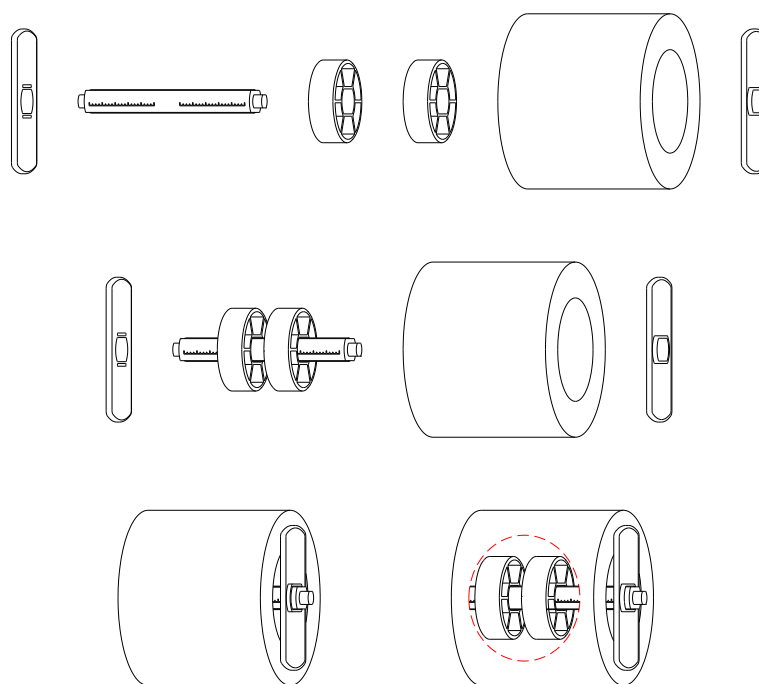

图 2-8
1. 取出纸卷轴，将纸卷套入纸卷轴（如果是 3 英寸大纸芯的纸卷，请套入纸卷轴套筒），将两个纸卷挡板分别从两边套入纸卷轴，光滑面朝向纸卷，如图 2-8 所示。